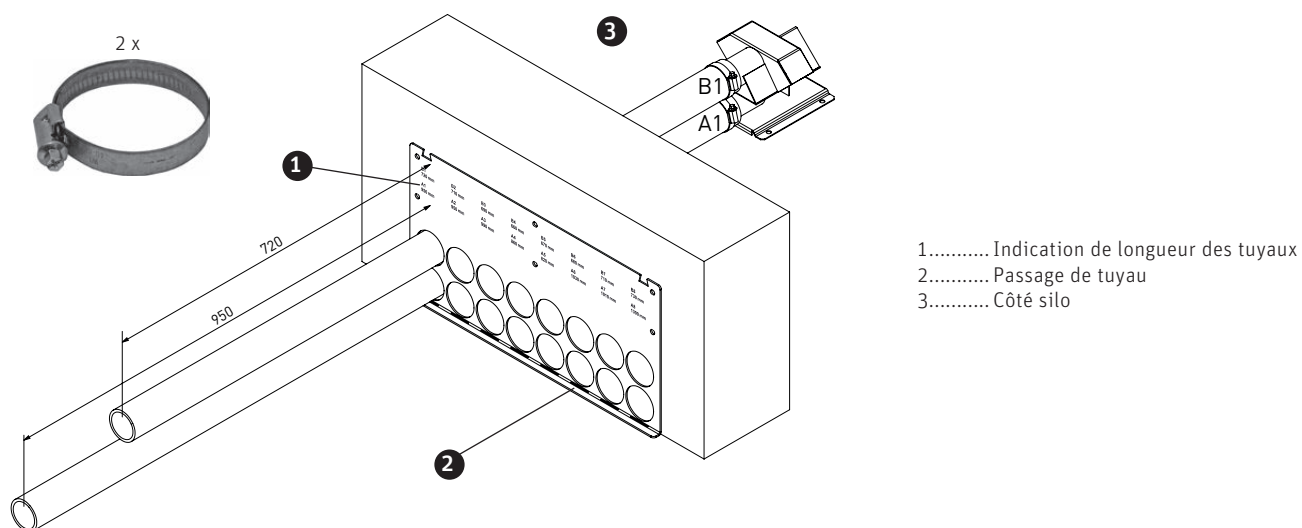

Fig. 20 Coupe à longueur du tuyau hors du silo
- ▶ Insérer le tuyau dans le passage par l'ouverture « A1 » et le poser soigneusement, dans le silo, jusqu'à la 1ère sonde – Fig. 20.
- ▶ Brancher le tuyau sur le raccord du bas (A1) et le fixer avec le collier – Fig. 20.
- ▶ Couper hors du silo le tuyau à la longueur « A1 » indiquée sur le passage de tuyau et le laisser posé – Fig. 20.
- ▶ Dénuder le fil de terre sur le rouleau de tuyau. Insérer le tuyau dans le passage par l'ouverture « B1 » et le poser soigneusement, dans le silo, jusqu'à la 1ère sonde – Fig. 20.
- ▶ Brancher le tuyau sur le raccord du haut (B1) et le fixer avec le collier – Fig. 20.
- ▶ Couper hors du silo le tuyau à la longueur « B1 » indiquée sur le passage de tuyau et le laisser posé – Fig. 20.